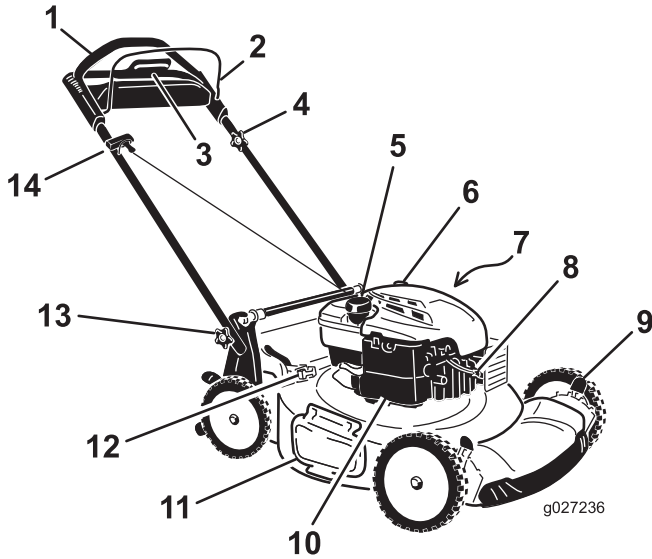

Figuur 7
2. Haak het onderste kanaal van de grasvanger over de onderzijde van het frame (Figuur 7).
3. Haak het bovenste en de zijkanalen van de grasvanger achtereenvolgens over de bovenzijde en de zijkanten van het frame (Figuur 7).